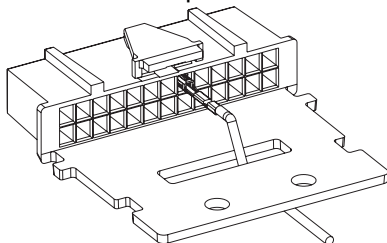

Figura 2a. Protetor contra torção do fio
2. Conecte o fio com o terminal de contato através do conector, como mostrado na *Figura 2a*; ou para aplicações com diversos acessórios conectados ao rádio móvel, conecte os fios como mostrado na *Figura 2b* e prenda-os com uma braçadeira de cabos após finalizar a etapa 3.